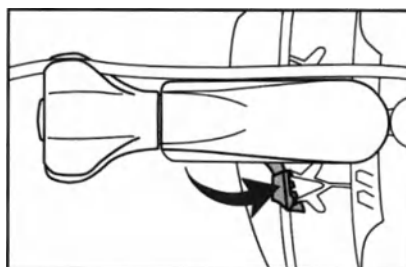

Figura 4a: Alavanca de bloqueio na posição DESBLOQUEADO
4. Para fixar o posicionador ACROBAT-i no retractor, bloquear a armação empurrando a alavanca de bloqueio em direcção ao corpo da armação até ficar na posição BLOQUEADO. Assegurar que o posicionador ACROBAT-i está devidamente preso ao retractor depois da armação estar bloqueada no devido lugar. Consultar a Figura 4a e 4b relativamente às posições de desbloqueio e bloqueio.